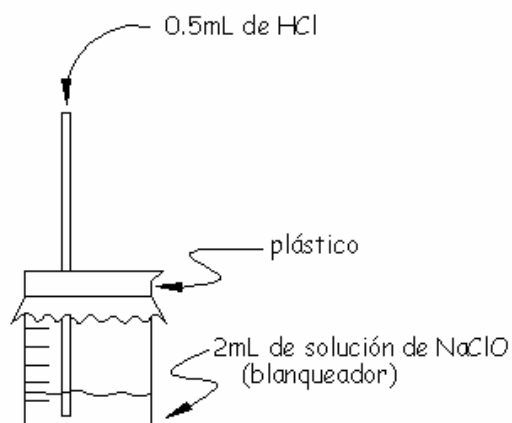

Figura 2
6. Con otra jeringa (con aguja) toma 0.5 mL de ácido clorhídrico 6 M. Viértelo dentro del vaso a través del popote (Figura 2). Observarás que se desprende un gas, es el cloro.